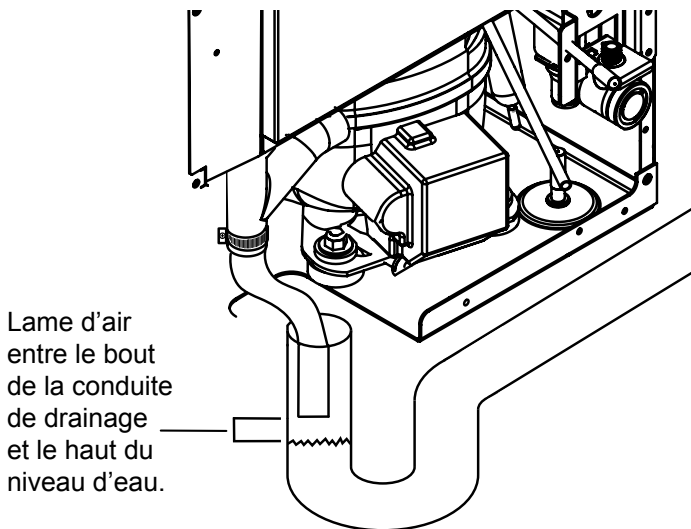

Figure 11: Exemple de drain ouvert.
- b. Votre conduite de vidange aboutit bien dans un drain ouvert (Figure 11).